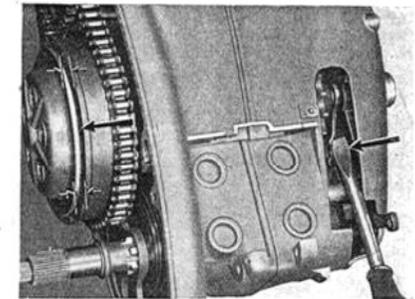

Bild 130. Ausdrücken der Kupplung, um gleichmäßiges Abheben der Lamellen zu prüfen
50. Abschlußdeckel auf Antriebsseite festschrauben (Schrauben verschiedene Längen!); Kupplungshebel mit Schraubenzieher durchdrücken (auskuppeln) und gleichmäßiges Aussehen der Kupplung prüfen (Bild 130).